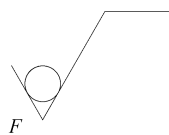

图8-20 不去除材料粗糙度符号
Step 1 1:1比例绘制不去除材料粗糙度符号:切换“标注”图层,切换“3.5号”文字样式,调用“直线”、“多边形”、“圆”、“修剪”、“删除”、“镜像”等命令,开启“正交”、“对象捕捉”模式,绘制不去除材料粗糙度符号。绘制3.5号字的粗糙度符号多边形时,外接圆半径值是 $R2.33$,如图8-20所示。